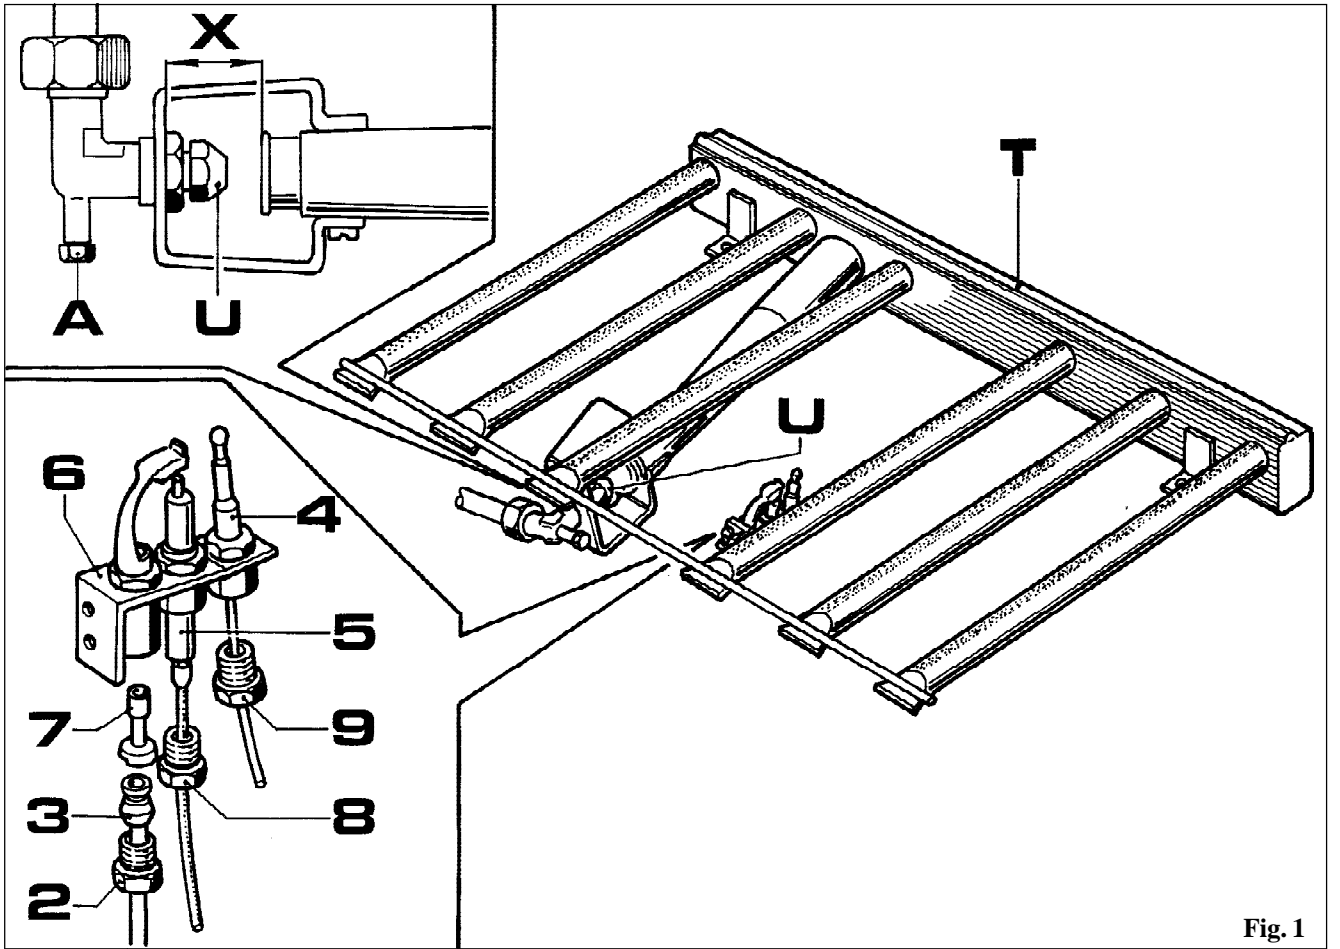

Fig. 1
4.1 SOSTITUZIONE UGELLO BRUCIATORE PRINCIPALE (Fig. 1)
- Svitare con una chiave del 12 l'ugello (U) e sostituire con quello corrispondente al gas prescelto secondo quanto riportato nella Tabella II Cap. 3.4.
4.2 SOSTITUZIONE UGELLO BRUCIATORE PILOTA (Fig. 1)
- Att. Smontare per prima la candeletta (Fig. 1 pos. 5) svitando il dado (Fig. 1 pos. 8) con una chiave da 10 mm.
- Svitare il dado con una chiave da 10 mm (Fig. 1 pos. 2) e smontare l'ugello pilota (Fig. 1 pos. 7)
B - Candelella del pilota Fig. 1 pos. 5
- Svitare la vite (Fig. 1 pos. 8) con una chiave di 8 mm.
C - Termocoppia (Fig. 1 pos. 4)
- Svitare il dado (Fig. 1 pos. 9) con una chiave di 10 mm.
D - Bruciatore pilota (Fig. 1 pos. 6)
- Smontare la termocoppia con una chiave di 10 mm (Fig. 1 pos. 4 e 9).
- Smontare l'attacco gas, con una chiave di 10 mm (Fig. 1 pos. 2), facendo attenzione a non perdere l'ugello (Fig. 1 pos. 7).
ATTENZIONE: Stringere bene il dado (Fig. 1 pos. 2) e controllare la tenuta del gas con bolle di sapone.
F - Bruciatore (Fig. 1)